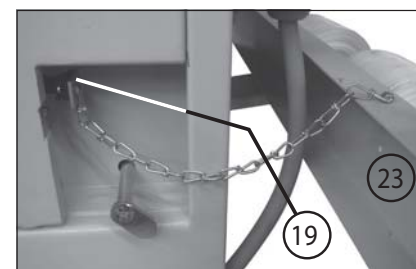

Fig. 3
19 = Pieza de bloque del interruptor de fin de carrera (fig. 3)
a) la regleta de parada de emergencia (14) está desbloqueada (extraer la regleta roja en la mesa),
b) el interruptor de bloqueo (2) está desbloqueado (girar la llave hacia la derecha),
c) el interruptor principal (1) está conectado (posición "1"),
d) la llave de accionamiento de la pieza de bloqueo del interruptor de fin de carrera (19) (fig. 3) está metida en el interruptor de fin de carrera en el compactador y
e) la chapaleta de carga (30), así como la compuerta de extracción (31) y la tapa de cubierta (27) están cerradas.